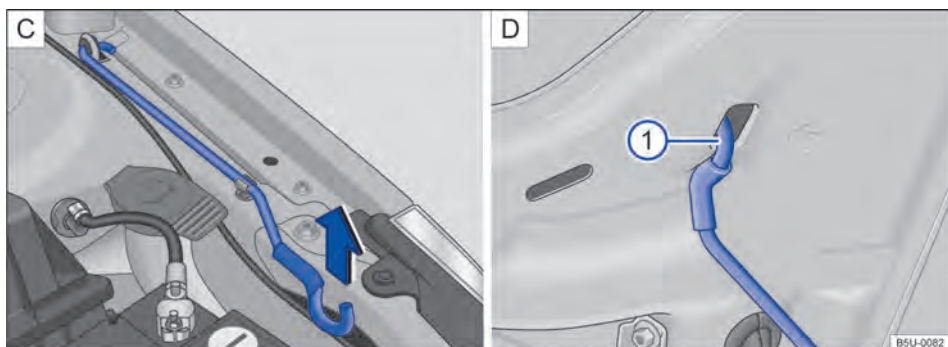

Fig. 125 [C] Haste de sustentação da tampa do compartimento do motor. [D] Tampa do compartimento do motor apoiada na haste de sustentação.
- Retirar a haste de sustentação do suporte no sentido da seta → Fig. 125 [C] e posicioná-la na abertura na tampa do compartimento do motor → Fig. 125 [1] [D].
- Retirar a haste de sustentação do furo → Fig. 125 [1] [D] e encaixá-la no suporte do fecho → Fig. 125 [C].